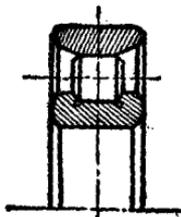

图 9
##### (2) 向心短圆柱滚子轴承(2000) (图 9):